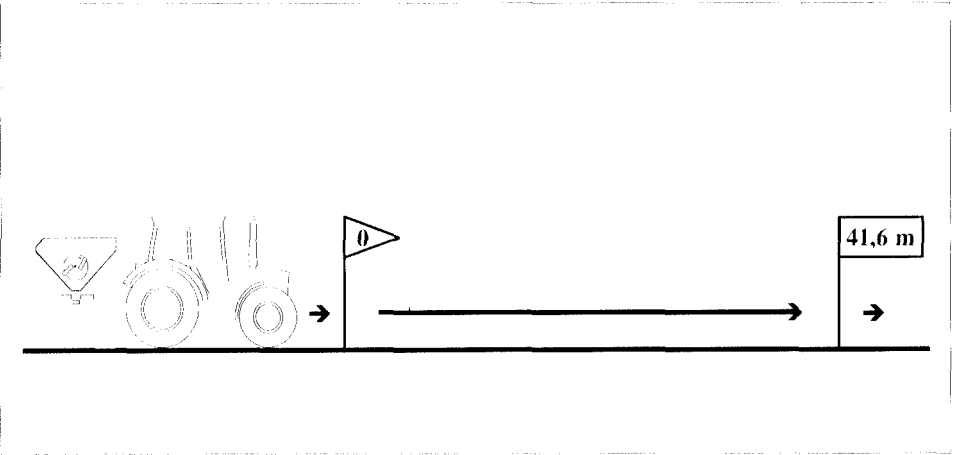

Fig. 7.7
- Aus der Streutabelle bzw. der nachstehenden Tabelle für die gewünschte Arbeitsbreite (12m) die erforderliche Meßstrecke (41,6m) und den Multiplikator (40) für die Streumengenrechnung entnehmen.
- **Meßstrecke von Anfangs- bis Endpunkt unter Feldbedingungen, d. h. mit vorgesehener, konstanter Arbeitsgeschwindigkeit und Zapfwelldrehzahl 540 U/min** (Angaben der Streutabelle beachten) **exakt abfahren (Fig. 7.7)**. Hierbei **die Schieber am Meßstreckenstartpunkt öffnen und am Endpunkt schließen**.